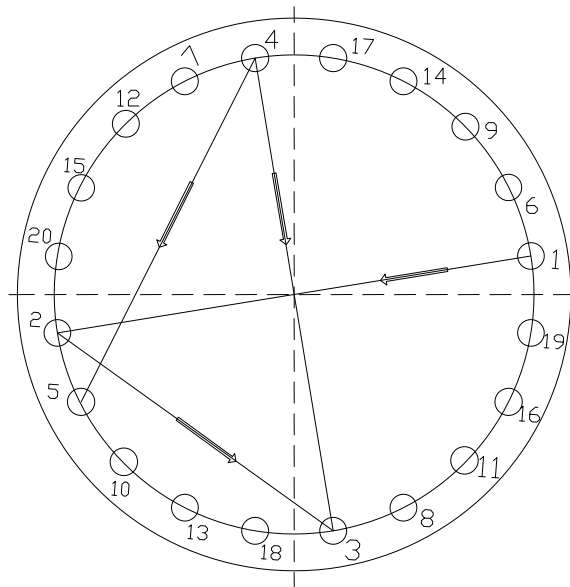

Рис.6 Последовательность зажима болтов на разборном спиральном теплообменнике.
3. После того, когда в теплообменнике повысится температура и начнется нормальный режим работы, необходимо болт зажима люка заново затянуть в порядке, указанном на рис.6 избегая отклонений. Из-за того, что во время работы от теплового расширения легко может возникнуть протекание внутрь, На рисунке показано последовательность закрепления болтов 20 зажимов люка. Для любого произвольно выбранного болта зажима обычно 4 соответствующих последовательности затяжки. (Потребитель может проанализировать это самостоятельно).
6. Зажимать зажим болта разборного люка необходимо в последовательности в соответствии с рис.6 повернув 2-3 раза, таким образом можно не повредить герметичные прокладки, укрепив герметичность.